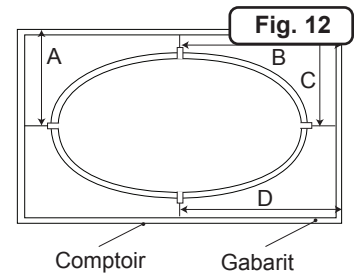

Fig. 12
- Mesurez la distance du mur ou d'un autre point fixe jusqu'aux lignes centrales (Figure 12).